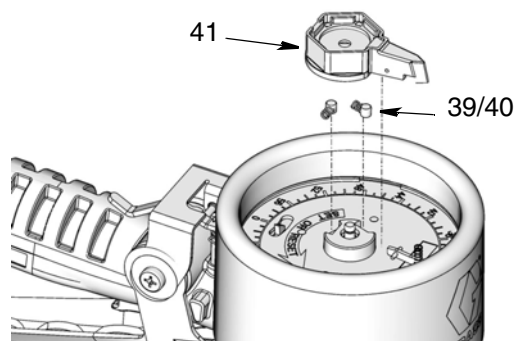

FIG. 34
4. Instale o direcionador de agulha (41), as molas (39) e os pinos (40), conforme mostra a FIG. 34.